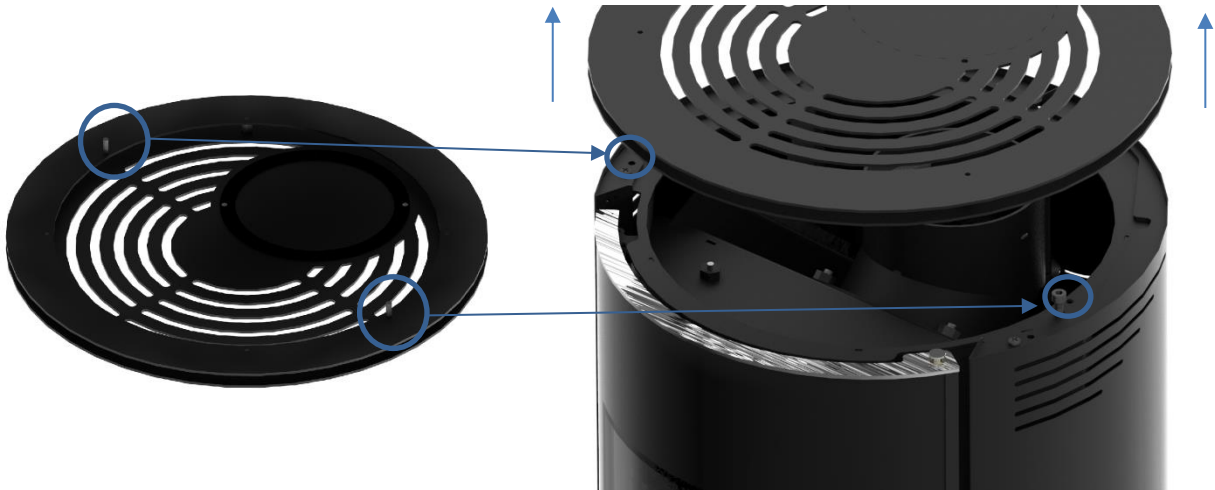

Figure 15 - Démontage du dessus en tôle
- 1- Retirez le couvercle, soulevez-le simplement vers le haut, comme indiqué sur la Figure 15.